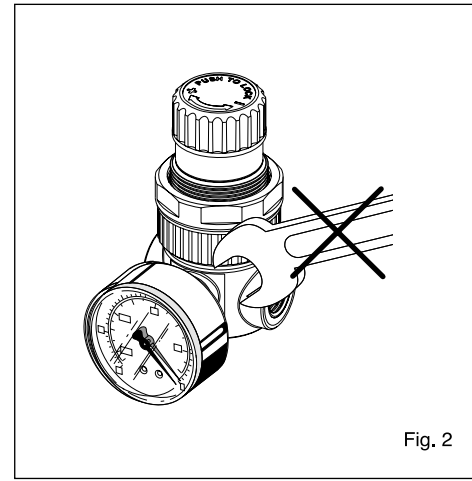

Fig. 2
• Monte el manómetro sin usar llaves (Fig.2)
• Установите манометр без использования ключей (рис.2)